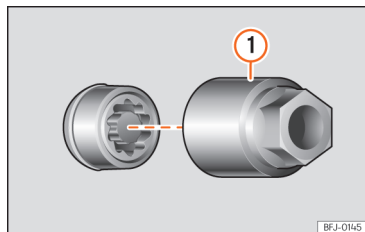

Fig. 245 Tornillo antirrobo de la rueda con capuchón y adaptador.
- Encaje el adaptador especial »» fig. 245 ① (herramienta de a bordo »» pág. 355) en el tornillo antirrobo de la rueda hasta el tope.